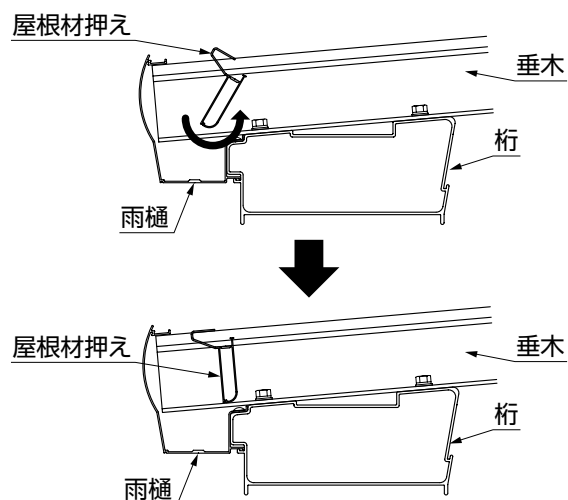

図5-4
- 屋根材押え取付け前に垂木を取付けてしまった場合、屋根材押えをボルトに当たらないように斜めに挿入して、回転させて取付けてください。(図5-4参照)
⑧端部垂木と桁を取付けている外側のボルト頭部にシーリング(※3)してください。